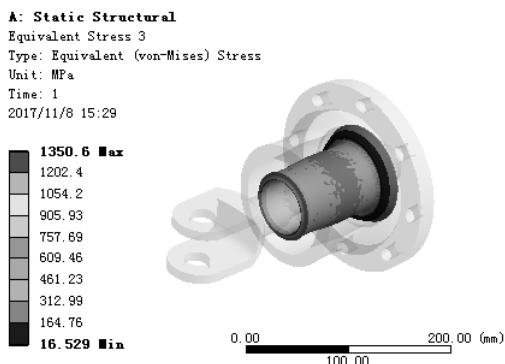

图 7.10.12 应力结果图解 (shaft-bush)
(5) 查看 shaft-bush 零件应力结果图解。在“Outline”窗口中选中 ，查看图 7.10.12 所示的零件 shaft-bush 的应力结果，其最小应力为 16.529 MPa，其最大应力为 1350.6MPa。
(6) 查看 connector-shaft 零件应力结果图解。在“Outline”窗口中选中 ，